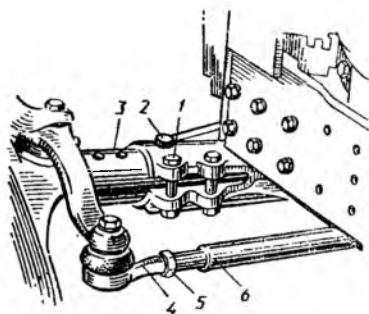

Рис. 101. Изменение колеи направляющих колес:
2) отпустите гайки болтов (рис. 101), стягивающих разрезной конец трубы, расплнтуйте и выберите фиксатор 2;